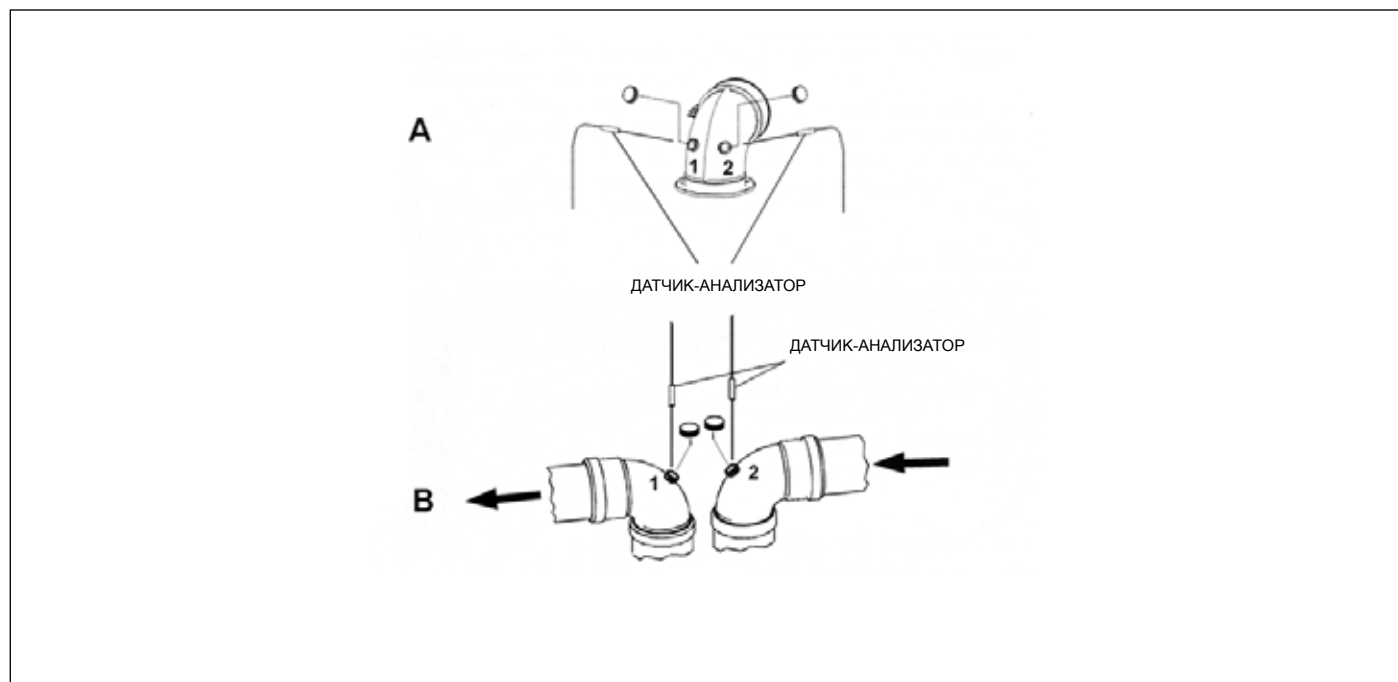

Рис. 14 Примеры мест для контроля дымовых газов
- измерить температуру воздуха для горения через отверстие 1 (см. (А) Рис. 14 Примеры мест для контроля дымовых газов для котлов с герметичной камерой сгорания, укомплектованных трубами со специальными отверстиями).
- измерить температуру дымовых газов и содержание CO₂ через отверстие 2 (см. (А) Рис. 14 Примеры мест для контроля дымовых газов для котлов с герметичной камерой сгорания, укомплектованных трубами со специальными отверстиями).
- измерить температуру воздуха для горения через отверстие 2 (см. (В) Рис. 14 Примеры мест для контроля дымовых газов для котлов с герметичной камерой сгорания, укомплектованных трубами со специальными отверстиями).
- измерить температуру дымовых газов и содержание CO₂ через отверстие 1 (см. (В) Рис. 14 Примеры мест для контроля дымовых газов для котлов с герметичной камерой сгорания, укомплектованных трубами со специальными отверстиями).